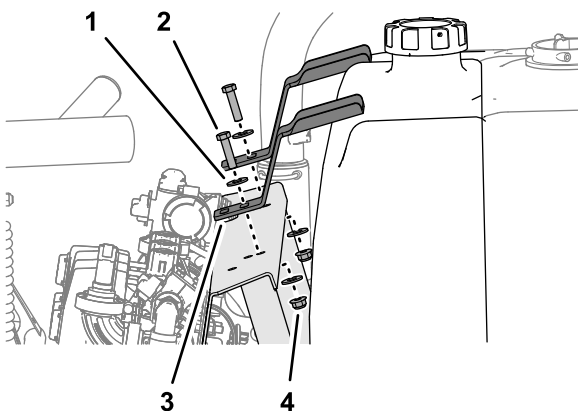

Figura 4
5. Scoateți cele 2 uruburi, 4 aibe și 2 contrapiulie cu guler care fixează cele 2 suporturi de fixare pentru rezervorul de clătire pe suportul supapei și scoateți suporturile de fixare (Figura 4).